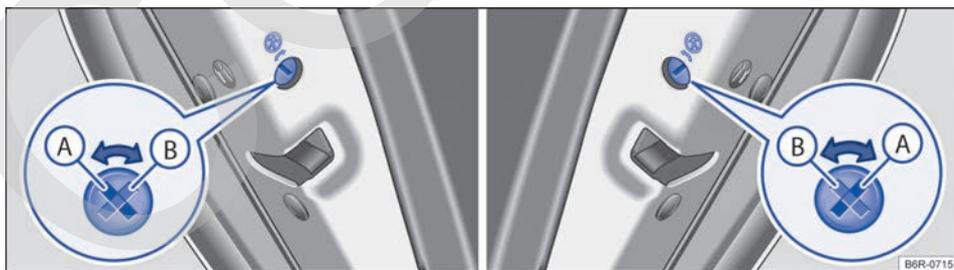

Fig. 55 En las puertas traseras: seguro para niños (A) desactivado, (B) activado.
- Introduzca el paletón de la llave en la ranura del seguro para niños para activar o desactivar → fig. 55.
Posición de la ranura → fig. 55: